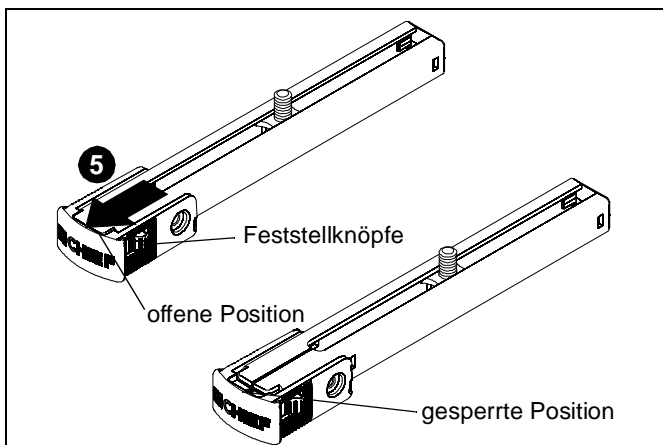

Abb. 5
- Drücken Sie fest auf die Feststellknöpfe am SLBU/SLMU-Bein (B) und schieben Sie gleichzeitig die Clip-Abdeckung von der eingeschlossenen Schiebepaltenhalterplatte weg, bis die Clip-Abdeckung versperrt ist. (See Figure 5)